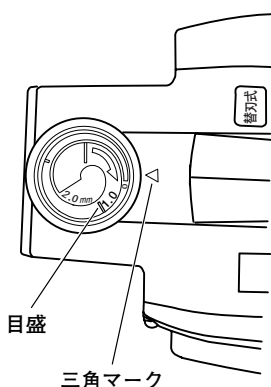

図 6
(1) ノブを目盛りの矢印の方向(時計の針の回転方向)に回し、目盛りを三角マークに合せます。目盛りの単位は mm です。(図6)
(2) 切込み深さは 0 ～ 2 mm まで調整できます。